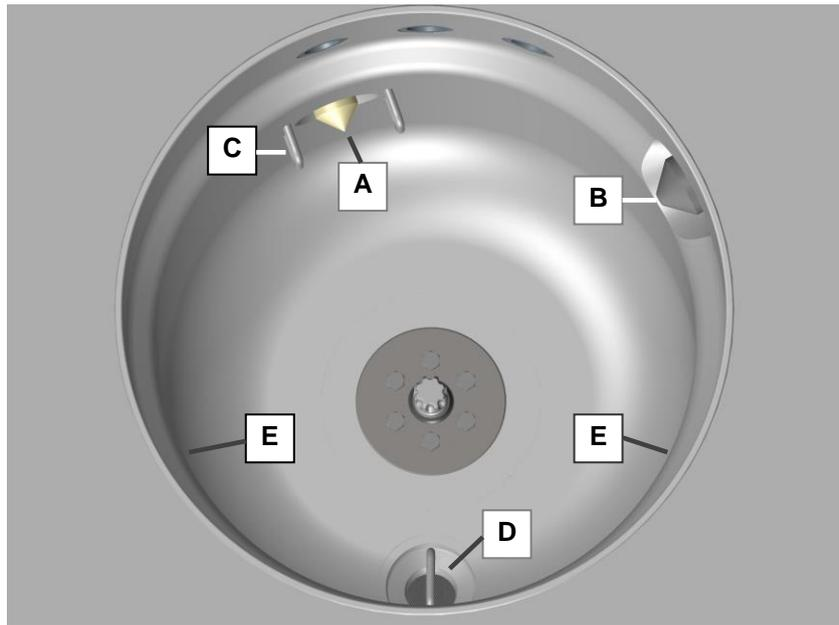

Abb.9.1.4.1 Ansicht Reinigungskammer
- Kontrollieren Sie dabei insbesondere den Bereich der Heizung (*Abb. 9.1.4.1.E*) auf Anhaftungen.
- Vorgehensweise** Schrauben Sie das Ablaufsieb (*Abb. 9.1.4.1.D*) im Gegenuhrzeigersinn aus der Ablaufsicke.
- Prüfkriterien** Kontrollieren Sie visuell die Oberflächen der Füllstandsensoren sowie die Schutzbügel auf Verschmutzungen oder Beschädigungen (*Abb. 9.1.4.1.A/B/C*)